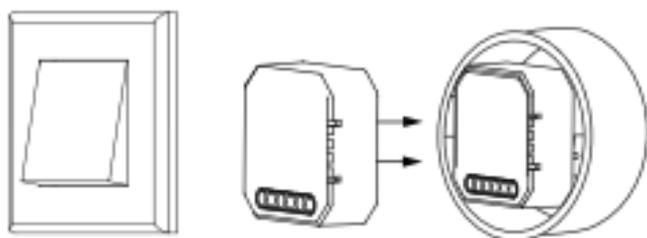
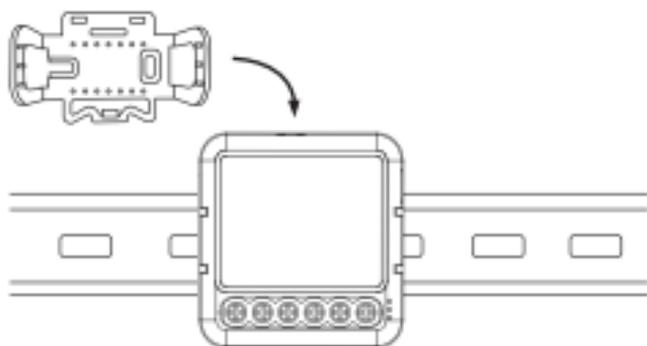

Рисунок 3
Рисунок 4
7.1 Диммер устанавливается непосредственно в подрозетник за выключателем (см. рисунок 3) или на DIN-рейку. На DIN-рейку устройство устанавливается с помощью монтажного зажима (см. рисунок 4).